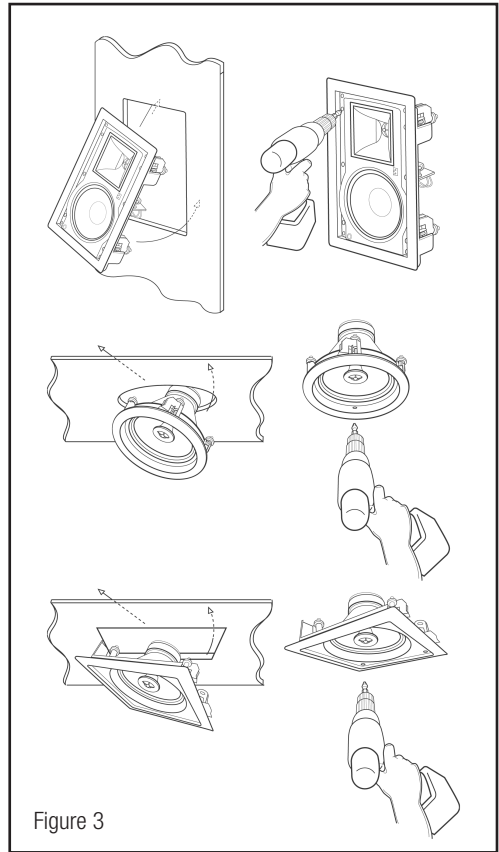

Figure 3
4. Führen Sie die Lautsprecherbaugruppe in die Öffnung ein und befestigen Sie diese, indem Sie die vier Kreuzschlitzschrauben anziehen (Abbildung 3). Die Füße des Rahmens klappen aus und drücken den Rahmen und die Wand zusammen. (Die Neubaubefestigungen von Klipsch erleichtern dies, wenn sie vor der Installation des Gipskartons verwendet werden.)